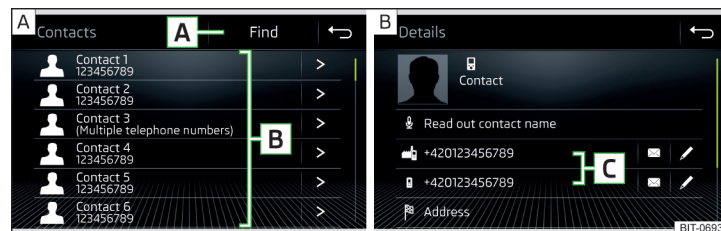

Fig. 212 Lista de los contactos de teléfono / Detalle del contacto
- En el menú principal *Teléfono* pulse la superficie funcional , se visualizará una lista de los contactos de teléfono » fig. 212- A.